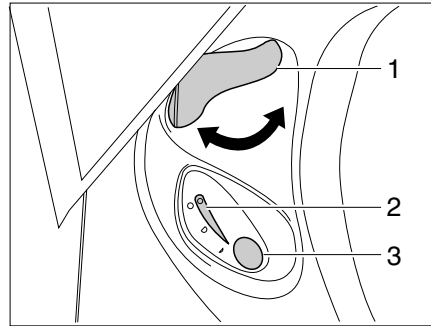

Fig. 363 Centralina di controllo toilette Thetford
- Prima di tirare l'acqua, aprire il cursore della toilette Thetford. A tal fine ruotare la leva del cursore (Fig. 363,1) in senso antiorario.
- Per sciacquare premere il pulsante blu (Fig. 363,3).
- Dopo aver tirato l'acqua chiudere il cursore. Ruotare la leva del cursore (Fig. 363,1) in senso orario.
Quando la cassetta Thetford è piena e deve venire svuotata, la spia di controllo (Fig. 363,2) si accende.
- Ruotare la leva del cursore (Fig. 363,1) in senso orario. Il cursore viene chiuso. Per svuotare il cursore **deve** essere chiuso nella toilette Thetford.